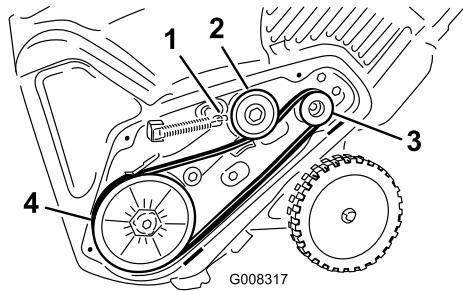

Figure 39
5. Montez et acheminez la nouvelle courroie comme indiqué à la (Figure 39).
8. Raccrochez le ressort de frein au bras de la poulie de tension (Figure 39).